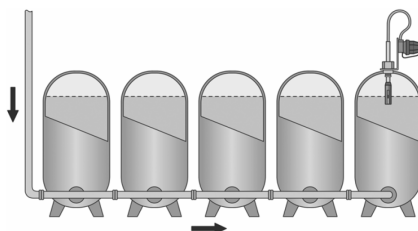

Figure 9 : Vu dans le sens du remplissage, installer le limiteur de remplissage sur le dernier réservoir.
- **Observer le lieu d'installation du limiteur de remplissage selon la figure 9 et la figure 10 !**